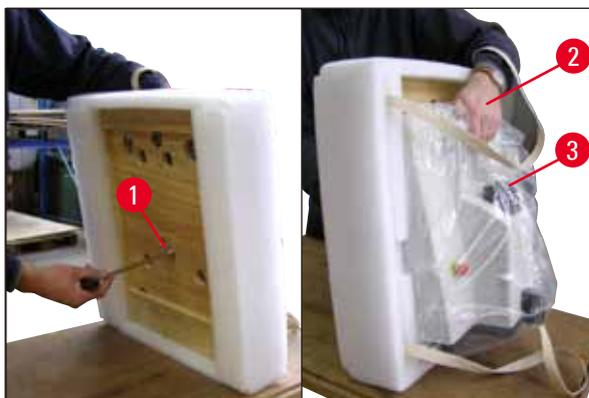

図 5
- ベースプレー (→ 図 5) ごと装置を傾けます。このとき、必ずバッファートレー用の凹部 (→ 図 5-2) を片方の手で持って装置を支えてください。装置は、絶対にカッティングヘッド (→ 図 5-3) をつかんで持ち上げたり、支えたりしてはなりません。同梱のサイズ 8 の六角レンチを使ってネジ (→ 図 5-1) を外し、ベースプレートを外します。